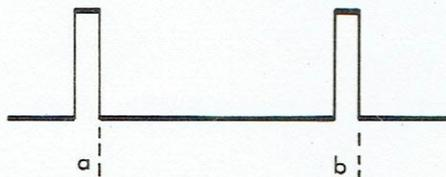

Fig 6
- Evaluer la distance entre 2 points, valeur  $ab = 1,4 \text{ cm}$  par exemple (Figure 6)